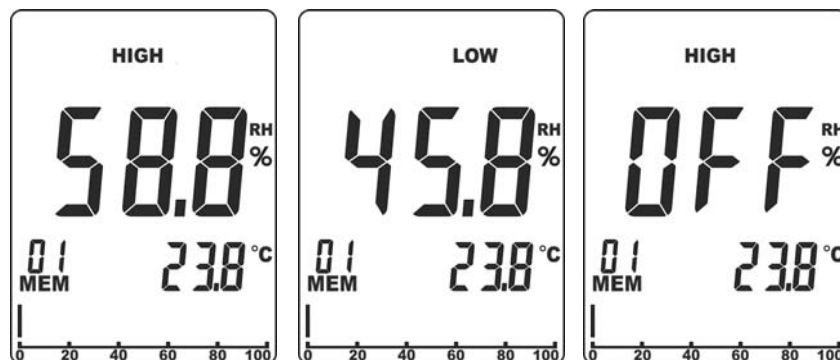

Fig. 5: Impostazione soglie di allarme misura %RH
1. Premere simultaneamente per qualche secondo i tasti **RH%** e **MODE/ZERO**. Il simbolo “HIGH” è mostrato nella parte alta del display (vedere Fig. 5 – parte sinistra)
2. Usare i tasti freccia ◀ o ▶ per impostare il valore di soglia Massima nel campo: **0.1% ÷ 99.9%**. In queste condizioni lo strumento emetterà un suono **intermittente** per valore misurato di umidità superiore alla soglia impostata. Selezionare l'opzione "**OFF**" per disabilitare l'allarme (vedere Fig. 5 – parte destra)
3. Premere il tasto **MEM/ALM** per confermare e passare all'impostazione della soglia Minima. Il simbolo "LOW" è mostrato nella parte alta del display (vedere Fig. 5 – parte centrale)